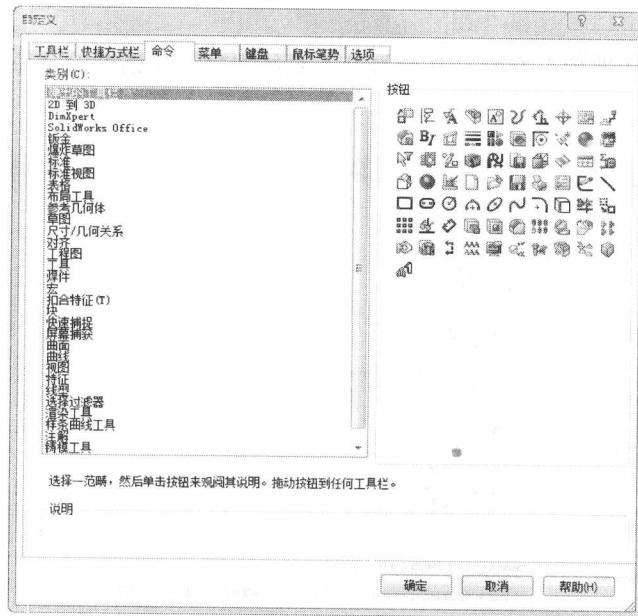

图 1-4 [自定义]对话框的[命令]选项卡
- (1) 选择〔工具〕|〔自定义〕命令，或在工具栏区域右击，在弹出的快捷菜单中选择〔自定义〕，从而打开〔自定义〕对话框。
- (2) 单击〔命令〕标签，打开〔命令〕选项卡，如图 1-4 所示。
- (3) 在〔类别〕一栏中选择要改变的工具栏。